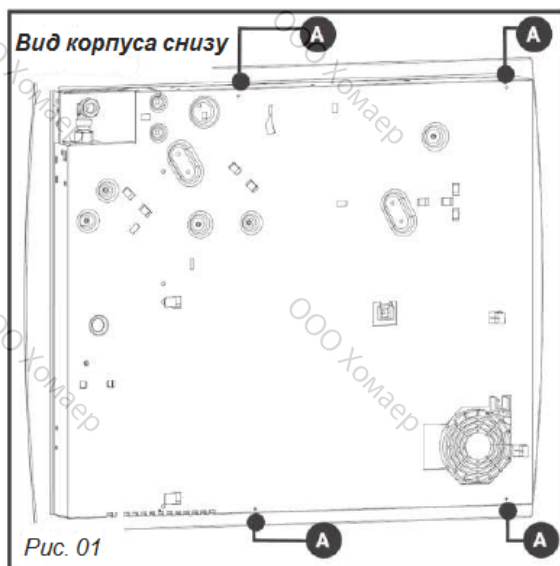
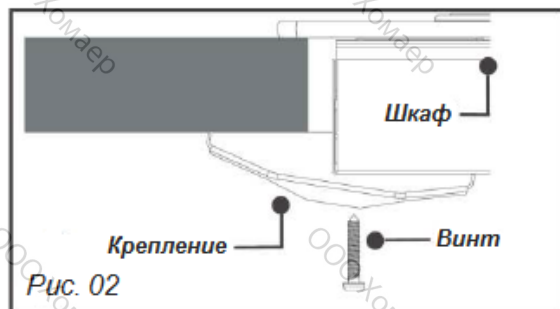

Рис. 01
Рис. 02
варочной панели не забудьте прикрепить к прибору входящую в комплект уплотнительную ленту, которая не допустит протечек между прибором и столешницей (Рис. 02).
По желанию Вы можете закрепить варочную панель при помощи входящих в комплект поставки крепежей (4 шт.) и винта (Рис. 02), которые устанавливаются в 4 углах корпуса прибора). **Используйте отверстия, предназначенные для крепления, в соответствии с рисунком слева (Рис. 01).**
- Над духовым шкафом (Рис. 01)